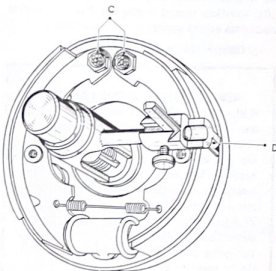

Fig. 8.4.—Utilización del aparato 3555-T para el centrado de las zapatas de los frenos traseros.
8.2.2. CENTRADO DE LAS ZAPATAS DE LOS FRENSOS TRASEROS (fig. 8.4)